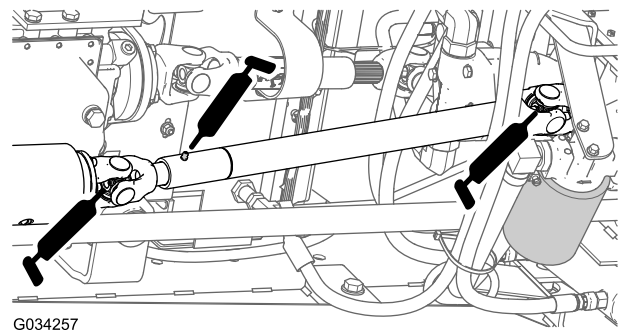

Figure 45
- Arbre de transmission (3) (Figure 45)